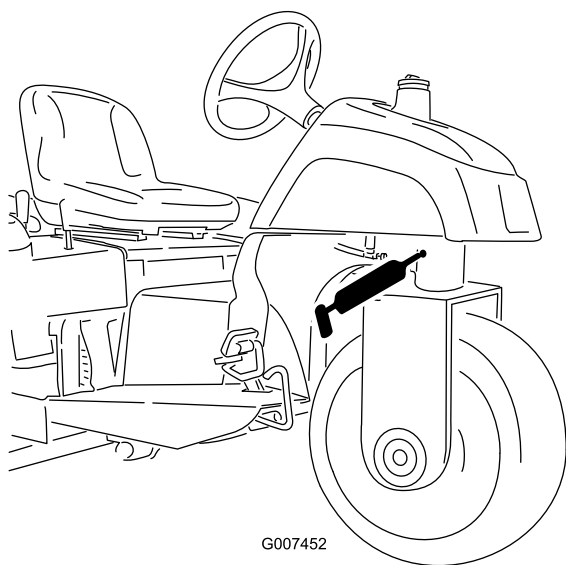

図 26
- ステアリングピボット (図 26)
注 ステアリングピボットの注入部 図 26 は面一フィッティングなので、グリスガン用ノズルアダプタが必要です。パーツ番号は P/N 107-1998。ご注文は Toro 代理店へ。